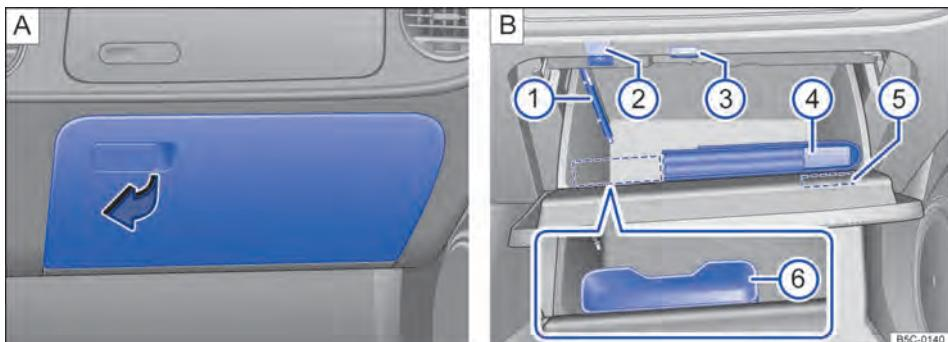

Fig. 98 No lado do passageiro dianteiro: A: abrir o porta-luvas inferior, B: porta-luvas aberto.
Para **abrir**, puxar a alavanca no sentido da seta \Rightarrow Fig. 98 A.
O porta-luvas destina-se à acomodação da literatura de bordo \Rightarrow Fig. 98 B ④.
No porta-objetos se encontra um suporte para um lápis \Rightarrow Fig. 98 B ①.
Na tampa do porta-objetos se encontra um suporte para um bloco de notas \Rightarrow Fig. 98 B ⑤.
No porta-objetos, dependendo da versão, pode se encontrar o botão para o indicador de controle dos pneus \Rightarrow Fig. 98 B ② \Rightarrow Página 199.
No porta-objetos pode haver a entrada multimídia (MEDIA-IN) instalada de fábrica \Rightarrow Fig. 98 B ③ \Rightarrow caderno Rádio ou \Rightarrow caderno Sistema de navegação.
No porta-objetos, dependendo da versão, pode-se encontrar um porta-óculos \Rightarrow Fig. 98 B ⑥. Em vez de porta-óculos, pode ser encontrado um suporte para dispositivos multimídia, por exemplo, para um iPod.